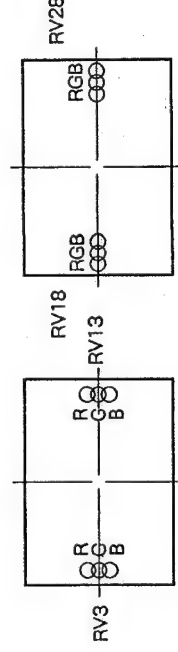

図 1-13
4. DC 基板の RV3, RV13, RV18, RV28 にて赤・緑・青のドットが重なるように調整する。(図1-13 参照)